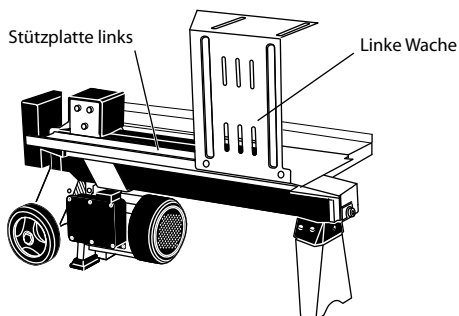
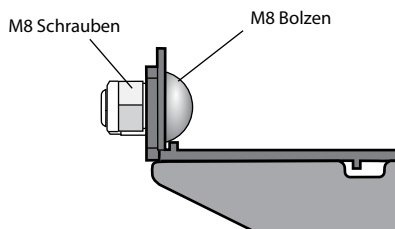

Abb. 1a
Abb. 1b
3. Stecken Sie die linke Schutzplatte in die Nute der linken Stützplatte ein, vergewissern Sie sich, dass die Öffnungen der linken Schutzplatte mit den Öffnungen der linken Stützplatte zusammenfallen, verwenden Sie 2 Schrauben mit der Quadrat-Fräsung M8 und 2 Kontermuttern für Befestigung (Abb. 1a, Abb. 1b).